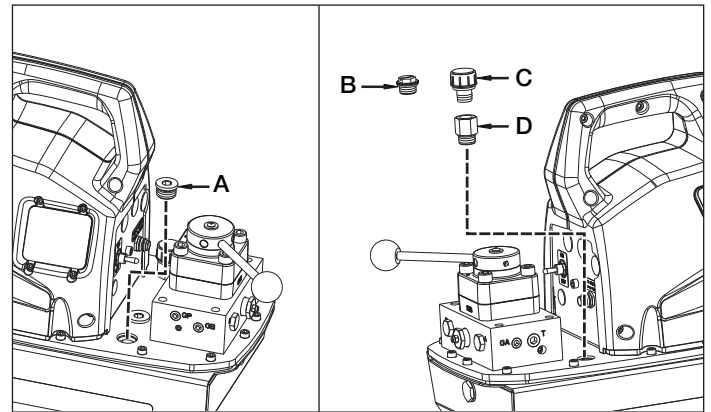
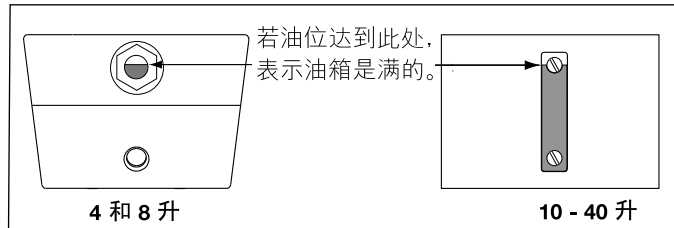

图 2，充油塞和油箱通气孔
图4, 观察孔
4.1 充油塞和油箱通气孔（请参阅图 2）
启动前检查泵油位。如果油位较低，必要时拆下盖板上的充油塞 (A) (见图 2) 加油。油位如图 4 所示时油箱满。